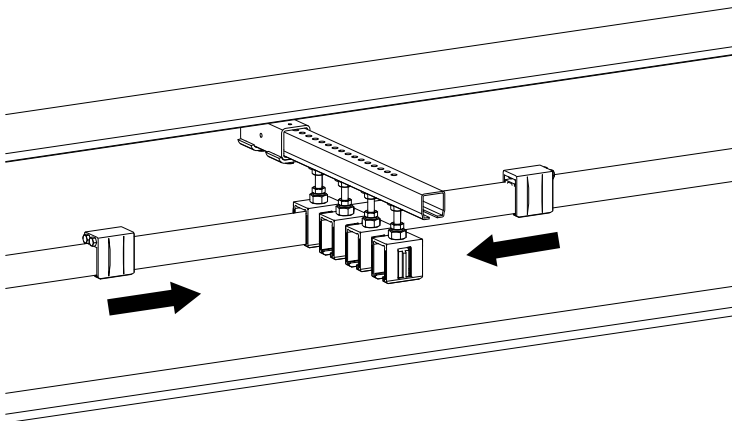

Abb. 87: Fixpunkt клемmen 0813 auf die Schleifleitungsschiene schieben
- Fixpunktklemmen auf das eingeklippte Schleifleitungsstück rechts und links schieben (siehe Abb. 87). Beim Aufschieben der Fixpunktklemmen darauf achten, dass die zwei seitlichen Schrauben an den Fixpunktklemmen vom Schienenhalter weg gerichtet sind.